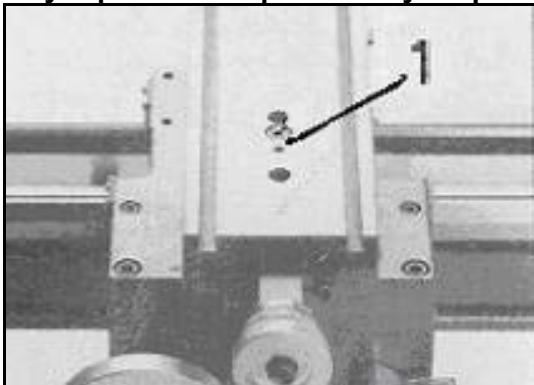

Рис.29
Снимите верхний суппорт и отрегулируйте резьбовой штифт (1, *Рис. 29*) таким образом, чтобы винт был снова без зазора соединен с гайкой.
Открутите две гайки (1, *Рис.29*) справа на фартуке суппорта и отрегулируйте установочные винты (2) таким образом, чтобы половинки гайки ходового винта без зазора были расположены в своих направляющих.